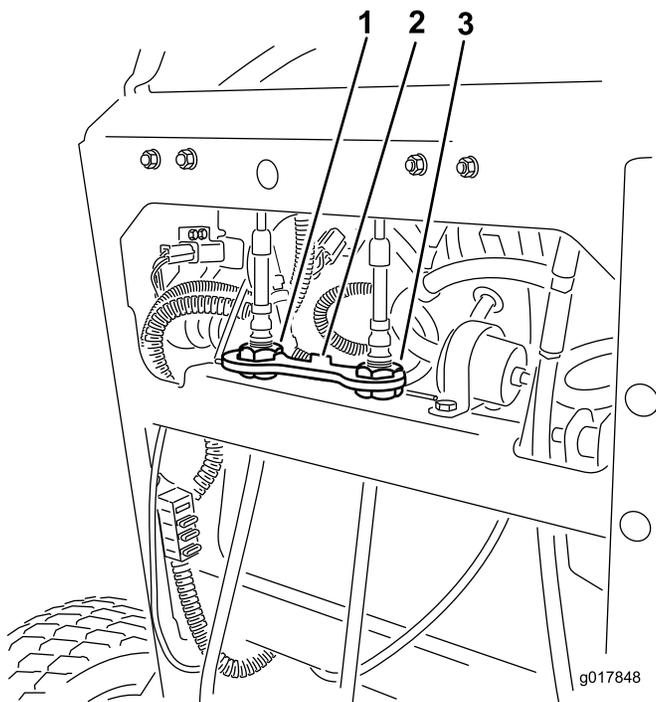

Bild 71
- Heben Sie das Kabelschloss an und nehmen es ab, mit dem die Kabeleinstellmuttern befestigt sind (Bild 71).
- Setzen Sie das Kabelschloss in die Kabeleinstellmuttern ein, um die Einstellung zu arretieren (Bild 71).